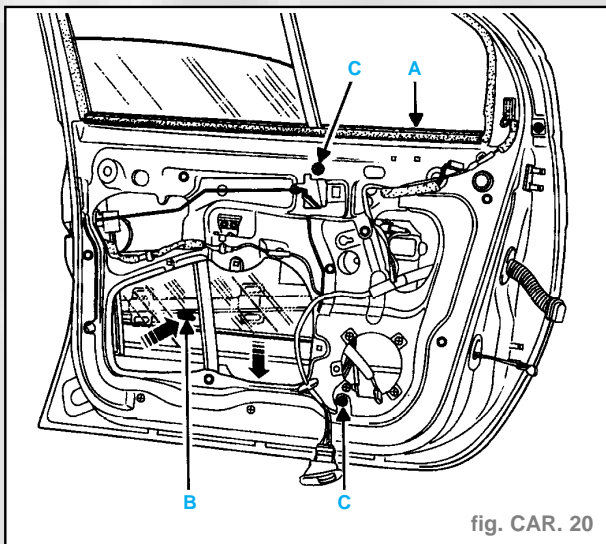

fig. CAR. 20
- le lécheur intérieur de porte **(A)** (fig. CAR. 20).